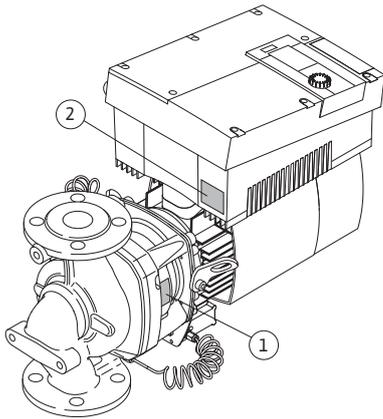

Fig. 10: Расположение фирменных табличек:
- На фирменной табличке насоса (рис. 10, поз. 1) указан серийный номер (Ser.-No.../...), используемый, например, при заказе запасных частей.
- На фирменной табличке электронного модуля (электронный модуль = инвертер или частотный преобразователь) (рис. 10, поз. 2) указано обозначение используемого электронного модуля.